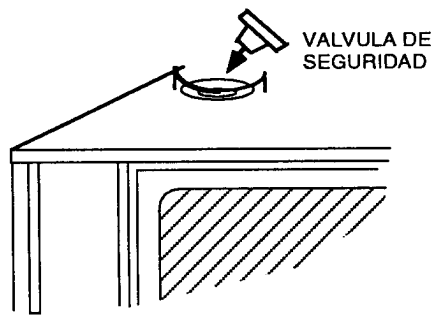

Fig. 18
**B) Si sale vapor de la válvula de seguridad, sacar la tapa (fig. 18) de la siguiente manera:**